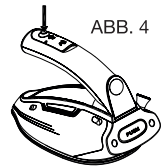

ABB. 4
- Drücken Sie die Bedientaste für Dampf (8), um einen Dampfstoß zu erzeugen, der in das Gewebe eindringt, um hartnäckige Knitterfalten zu entfernen. Wenn die Kontrollleuchtanzeige aufleuchtet, warten Sie einige Sekunden, bevor Sie erneut auf den Dampfgregler drücken (Abbildung 4).